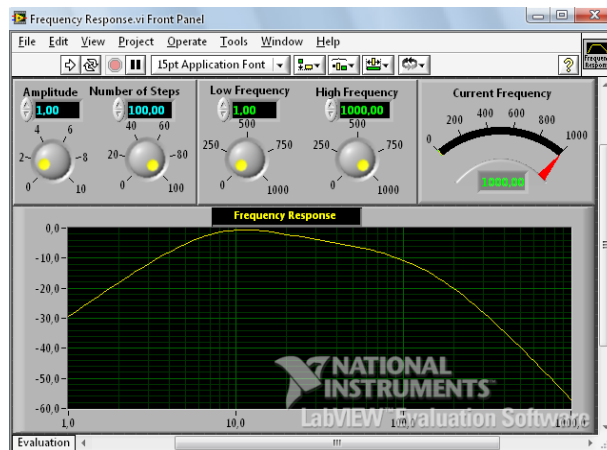

Рисунок 8.5 – Виртуальный прибор «Частотный анализ»
3. Перейдите на закладку Browse (Обзор). Отметьте пункт Directory Structure. Выберите Apps, Freqresp.Ilb и дважды щелкните на Frequency Response.VI (Частотная характеристика). Появится лицевая панель ВП «Частотный анализ» (рисунок 8.5).